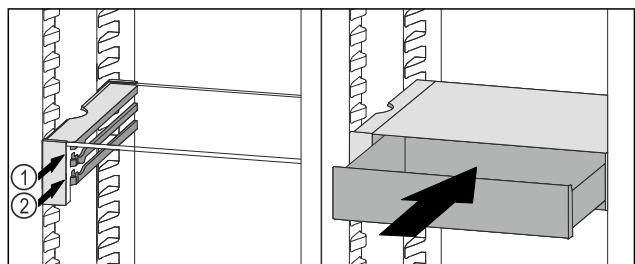

Fig. 102
- ▶ VarioSafe-Schubfach hinter den Stoppern auf gewünschter Rippe *Fig. 102 (1)* oder *Fig. 102 (2)* aufsetzen.